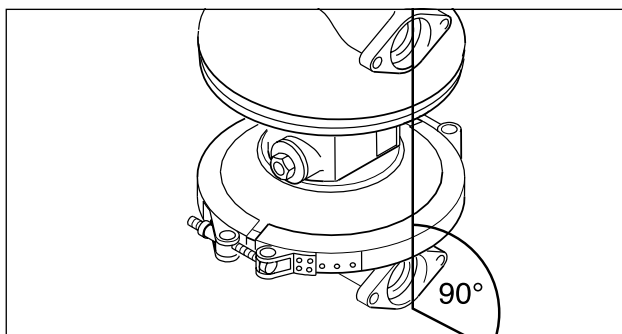
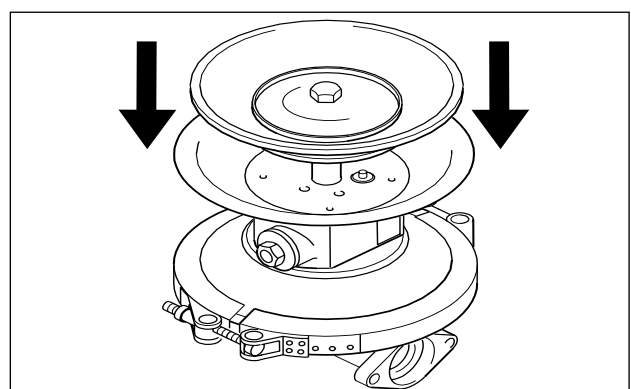

Рис. 7: Выравнивание насосных камер
Рис. 15: Монтаж второй насосной камеры
- Сборка насосной камеры: Монтаж диафрагмы, фиксация винтами внешней тарелки диафрагмы в соответствии с «Моменты затяжки» Страница 48 и далее. Насосные камеры должны принципиально монтироваться у диафрагмы, находящейся у места всасывания (вдавить тарелку диафрагмы в воздушную камеру) (рис. 15). Затяните стяжной хомут или монтажный фланец. Аналогично смонтируйте вторую диафрагму. Фланцевые поверхности корпуса насоса должны находиться на одной прямой (рис. 7).